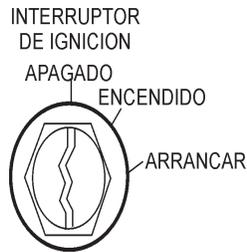

Figura 21. Interruptor de ignición
3. Inserte la llave de ignición en el interruptor (Figura 21), gírela a la posición **ENCENDIDO/ON**, después a la posición **ARRANCAR/START**, suelte la llave cuando el motor arranque.
3. Gire la llave de ignición (Figura 21) a la posición **APAGADO/OFF**.